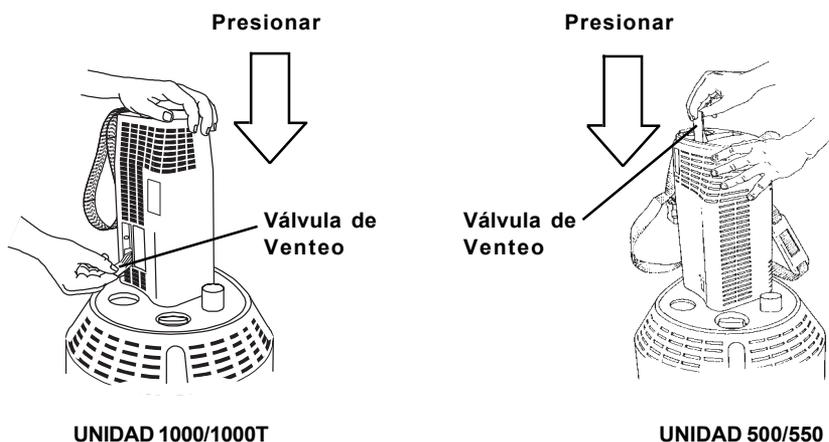

Figura 11
6. Mientras sostiene la unidad portátil en la posición de llenado, mueva la válvula de venteo a la posición de apertura (90° en relación con la posición normal). Se producirá un silbido bastante alto. (Figura 11). **NOTA:** Tome nota de la hora al comienzo del llenado.